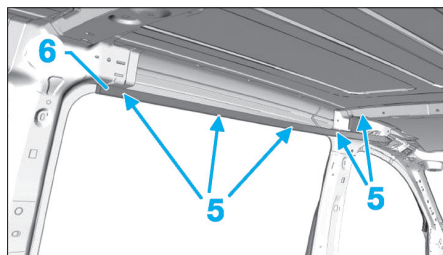

Fig. 97
- Déposer les vis (5) du rail supérieur (6) (Fig.97).